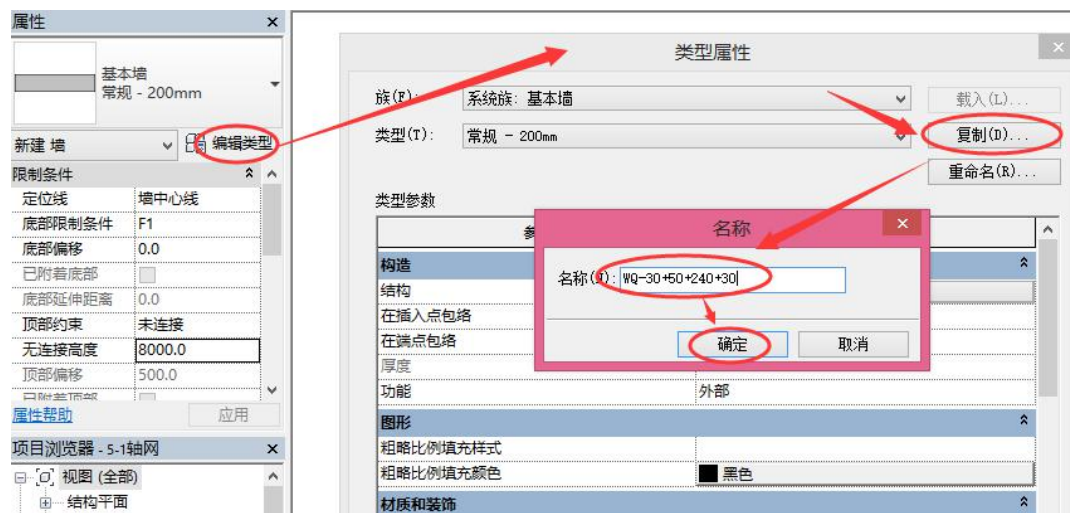

图 3-7 复制新的墙体类型
- 构造层设置：点击“编辑类型”，在弹出的“类型属性”面板中点击“复制”，在弹出的“名称”对话框中输入名称为“WQ-30+50+240+30”，点击“确定”（图 3-7）。在弹出的 WQ-30+50+240+30 类型属性对话框中点击“结构”中的“编辑”，在弹出的“编辑部件”框中，连续点击三次“插入”，分别选中新插入的三个构造层。分别选择新插入的三个构造层，点击“插入”键右侧的“向上”或“向下”，使两个新插入的构造层位于“核心边界”以上、另一个新插入的构造层位于“核心边界”以下，即两个核心边界之间仅包络原先的结构层（图 3-8）。分别改四个构造层“功能”为“面层 1[4]”、“保温层\空气层[3]”、“结构[1]”（该项为默认值）、“面层 2[5]”，并分别改四个构造层“厚度”为“30”、“50”、“240”、“30”（图 3-9）。点击“面层 1[4]”的“材质”框内右侧按钮（图 3-10），在弹出的“材质浏览器”对话框中输入“水泥砂浆”，选择“水泥砂浆”，点击“确定”（图 3-11）。此时“面层 1[4]”的“材质”改为“水泥砂浆”。同理，将“保温层\空气层[3]”、“结构[1]”、“面层 2[5]”材质分别改为“隔热层\保温层-空心填充”、“砌体-普通砖 75x225mm”、“水泥砂浆”，点击“确定”退出“编辑部件”对话框，再点击“确定”退出“类型属性”对话框。